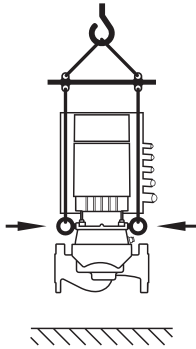

Fig. 8: Transporte de la bomba
- El transporte de la bomba deberá efectuarse con medios de suspensión de cargas autorizados (p. ej., polipasto, grúa, etc.). Estos se tienen que fijar en las argollas de transporte existentes en la brida del motor (Fig. 8 representadas aquí: dispositivo de elevación con eje vertical del motor).